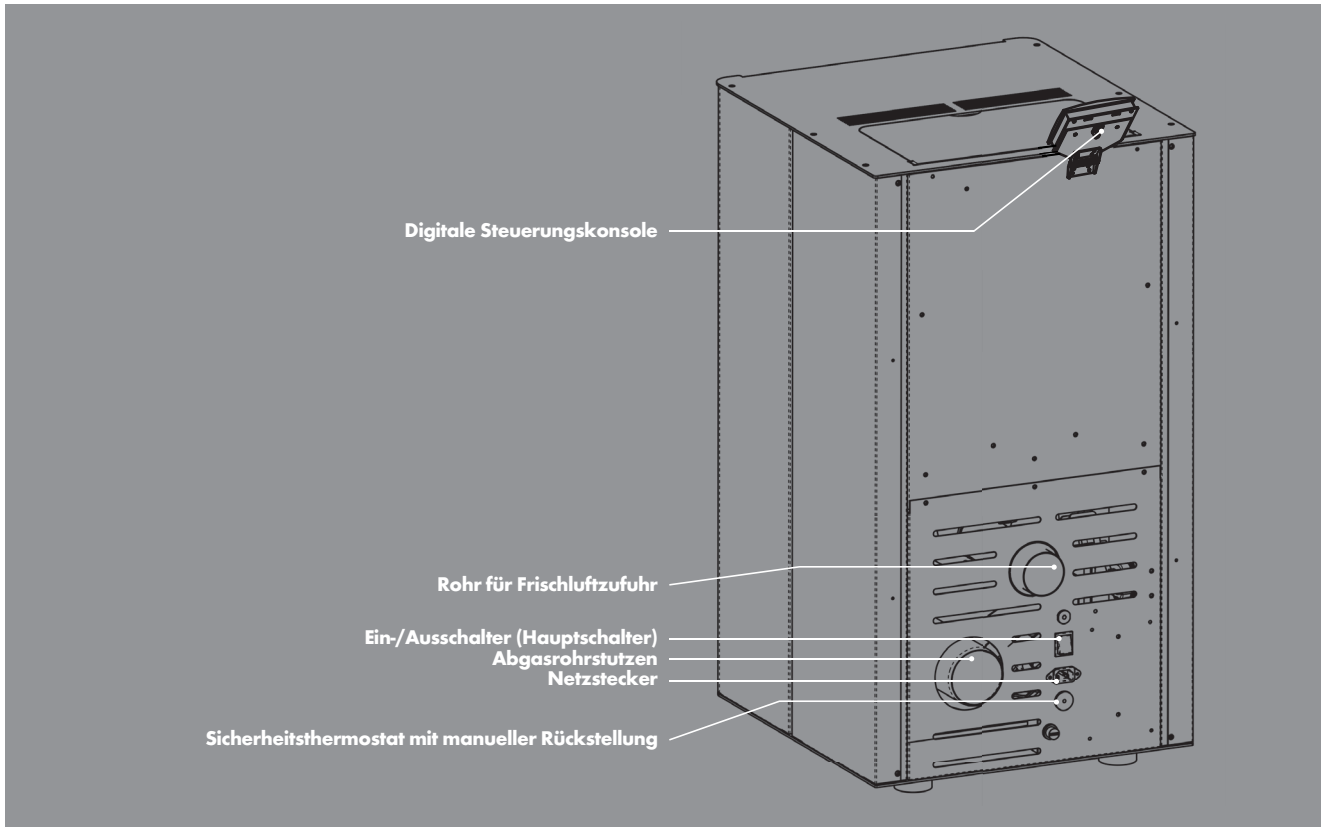
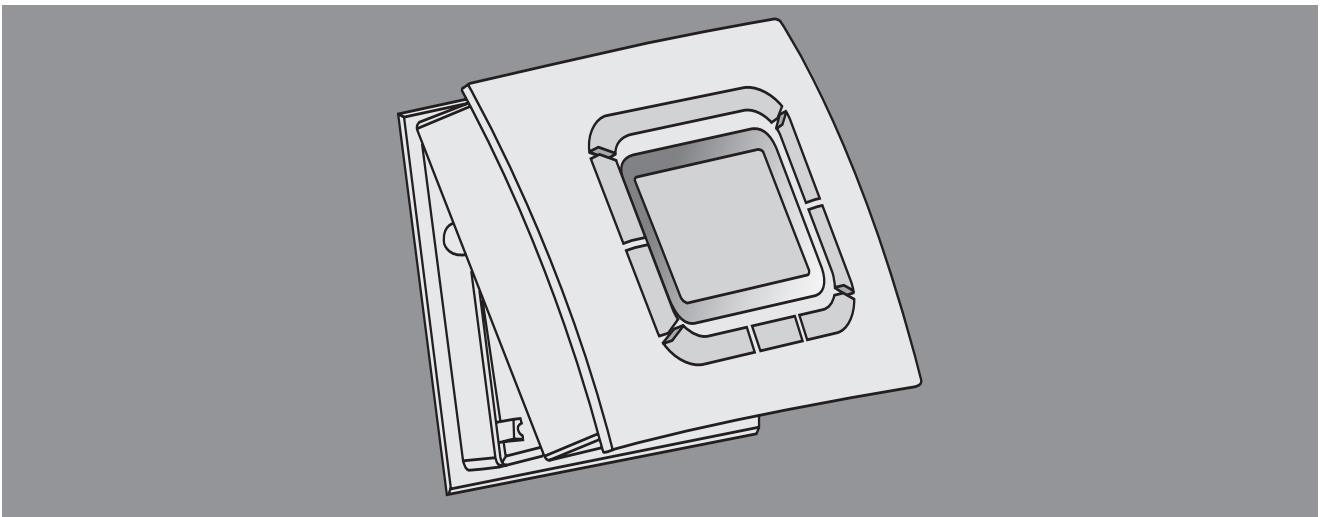

Abb. 1a: Geräteübersicht (Abbildung modellabhängig)
Abb. 2: Display-Montage
- ▶ Schalten Sie im Falle eines Schornsteinbrandes den Ofen sofort am Ein-/Ausschalter (Hauptschalter, siehe Abb. 1a) ab und ziehen Sie den Netzstecker aus der Steckdose. Versuchen Sie auf keinen Fall den Brand selbst zu löschen. Schütten Sie niemals Wasser in einen brennenden Schornstein. Rufen Sie unverzüglich die Feuerwehr! Lassen Sie zur Identifizierung der Brandursache den Schornstein unbedingt von Ihrem Bezirksschornsteinfeger überprüfen, bevor Sie den Pellet-Heizofen wieder in Betrieb nehmen.
- ▶ Schalten Sie den Ofen sofort am Ein-/Ausschalter (Hauptschalter, siehe Abb. 1a) ab, wenn aus irgendeinem Teil des Ofens oder des Abgasrohrs Rauch entweicht. Sorgen Sie für eine gute Raumbelüftung, indem Sie sämtliche Fenster öffnen. Lassen Sie den Ofen vollständig abkühlen, bevor Sie die Ursache der Rauchentwicklung ermitteln. Ziehen Sie, wenn nötig einen Fachmann hinzu. Starten Sie das Gerät nicht, bevor die Ursache der Rauchentwicklung geklärt und behoben wurde.
1. Schließen Sie einen dafür geeigneten hitzebeständigen Schlauch bzw. Luftkanal (Ø 60 mm, max. Länge 2,0 m) am Luftansaugrohrstutzen (siehe Abb. 1a) an der Geräterückseite an.
Schalten Sie das Gerät am Ein-/Ausschalter (siehe Abb. 1a) ab. Lösen Sie das Frontteil. Drücken Sie hierfür fest auf die mit „PUSH“ gekennzeichnete Keiltaste an der Display-Unterseite. Entnehmen Sie das Frontteil, indem Sie es nach oben klappen (siehe Abb. 2).
1. Vergewissern Sie sich, dass der Ein-/Ausschalter (Hauptschalter, siehe Abb. 1a) auf der Position 0 steht.
2. Schließen Sie das beiliegende Netzkabel zunächst am Gerät an. Die Anschlussbuchse für das Netzkabel befindet sich unterhalb des Hauptschalters auf der Geräterückseite (siehe Abb. 1a). Stecken Sie dann das Netzkabel in eine geerdete, durch einen FI-Schutzschalter abgesicherte Steckdose (230 V~50 Hz).
3. Bringen Sie nun den Ein-/Ausschalter (Hauptschalter, siehe Abb. 1a) auf Position I. Das Gerät ist nun betriebsbereit und das Display zeigt die folgenden Informationen: